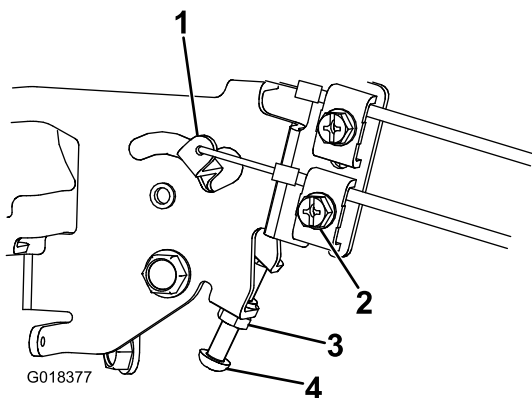

Figura 9
1. Afloje la contratuerca y desatornille unos giros el tornillo de velocidad de ralentí alto. Al ajustar la velocidad del motor con unidades motrices conectadas a los modelos 02710 y 02711, sustituya el tornillo de ralentí alto con el tornillo de ralentí alto M5 x 50 suministrado con los modelos 02710 y 02711 (Figura 9).
3. Gire el tornillo de ralentí alto, de modo que el extremo apenas toque la palanca de control de velocidad y apriete la contratuerca (Figura 9).